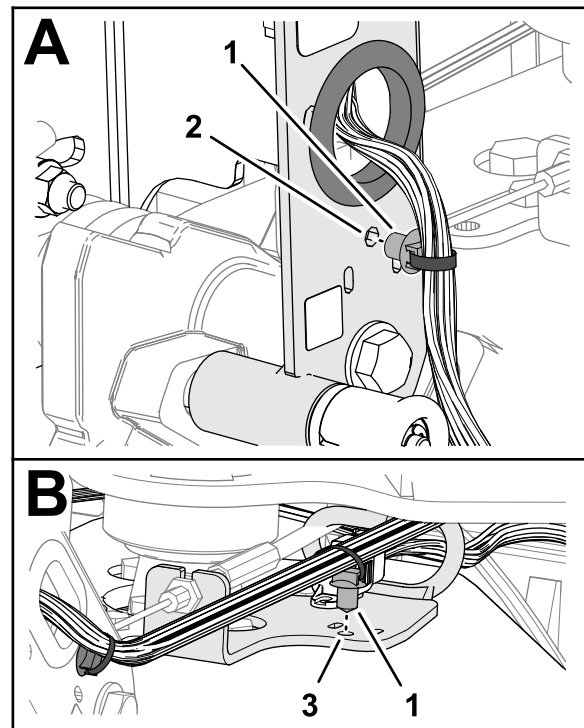

Bild 10
4. Stecken Sie den Einsteckanker des Maschinenkabelbaums in das Loch im Lenkerkanal (**Bild 10**).